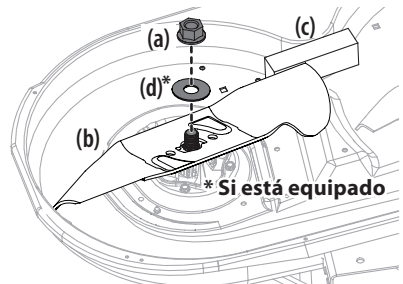

Figura 51
2. Use una llave de 15/16" para sostener la tuerca hexagonal en la parte superior del conjunto del husillo cuando afloje la tuerca hexagonal (a) y arandela (d)* que fijan la cuchilla (b). Se puede colocar un bloque de madera (c) entre el alojamiento de la plataforma y el borde de corte de la cuchilla (b) para ayudar a aflojar la tuerca hexagonal (a) y arandela (d)* que fijan la cuchilla. Vea la Figura 51.
3. Cuando reinstale las cuchillas, asegúrese de lo siguiente (vea la Figura 51):